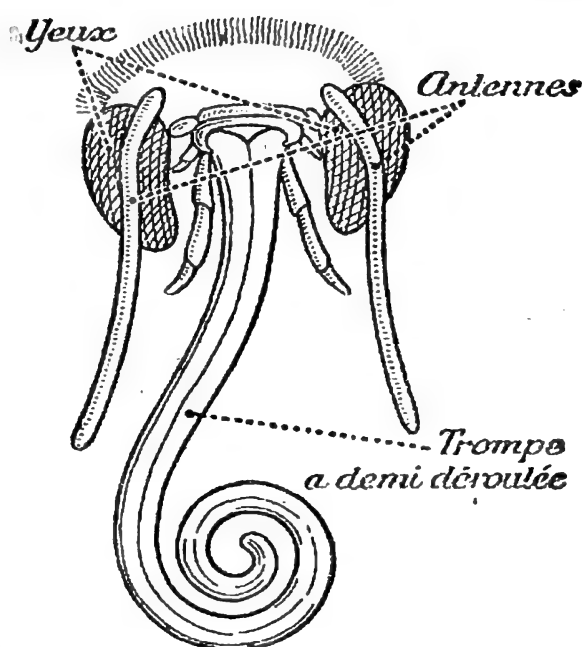

Fig. 5. — La tête (très grossie)
**La tête.** — Elle est surmontée de deux yeux extrêmement volumineux (fig. 5) : il n'est pas étonnant que le papillon ne se laisse pas surprendre, de quelque côté qu'on l'approche.
A la place de la bouche, nous apercevons un tube enroulé, qu'il est aisé de dérouler avec une épingle : c'est une *trompe* (fig. 5), que le papillon plonge dans l'intérieur des fleurs, et avec laquelle il aspire le liquide sucré, le nectar qui s'y trouve.